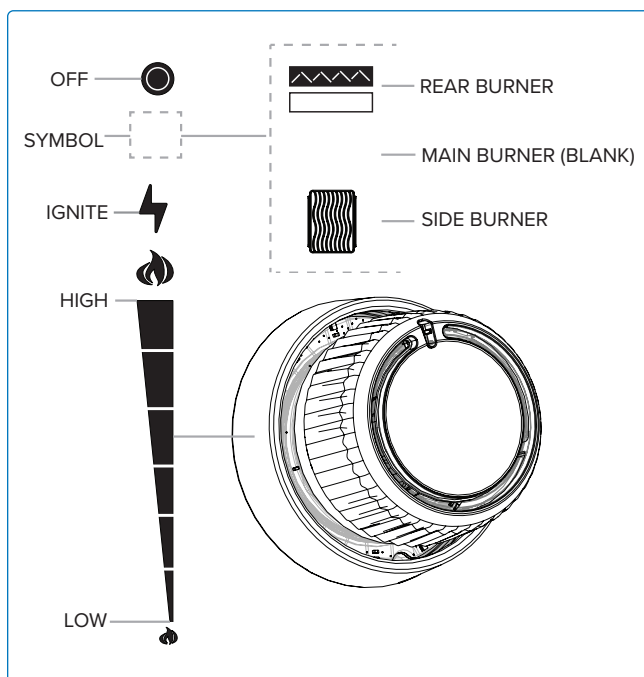

Fig. 7
2. Presione y gire lentamente cualquier perilla de control del quemador principal en sentido antihorario hasta la posición ALTA hasta que se encienda el piloto. Continúe presionando la perilla de control hasta que el quemador se encienda y luego suéltela (**Fig. 6A y Fig. 7**).
3. Presione y gire lentamente la perilla de control del quemador trasero en sentido antihorario hasta la posición ALTA (**Fig. 6D y Fig. 7**).
4. Si el quemador no se enciende en 5 segundos, gire la perilla de control del quemador en sentido horario a la posición de APAGADO. Espere 5 minutos. Repita los pasos 2 y 3. **(Fig. 6E y Fig. 7).**